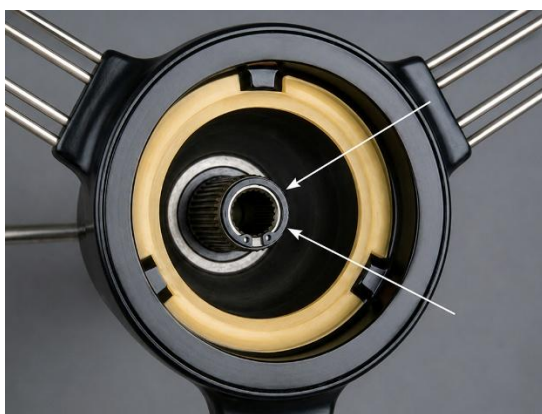

Fig. 16 Circlip en position
Le volant est un modèle à **trois branches équidistantes**. Il coulisse sur les cannelures de la colonne intérieure et est retenu en position maximale par un **circlip** logé dans une gorge usinée à l'extrémité des cannelures (fig. 16).
5. Poussez le volant jusqu'en butée vers le bas, puis serrez provisoirement le manchon de verrouillage. Cette opération dégage la gorge située à l'extrémité supérieure de la colonne intérieure. Installez alors le circlip de retenue dans cette gorge (fig. 16).
11. Retirez le circlip logé dans la gorge située à l'extrémité supérieure de la colonne intérieure **Fig. 16**.